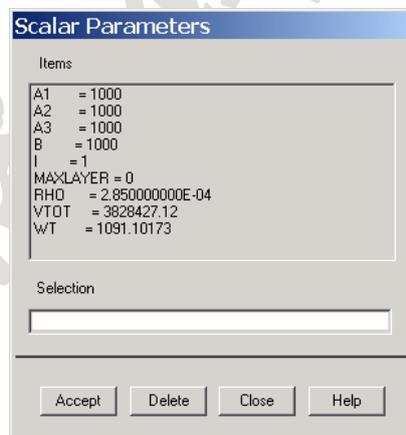

图12.32 读出单元总体积
(16) 单击 Main Menu>General Postproc>Element Table>Sum of Each Item 菜单，弹出【Tabular Sum of Each Element Table Item】对话框。单击【OK】按钮计算总和，将列表显示总和为【0.382843E+07】。
(17) 单击【Utility Menu】|【Parameters】|【Get Scalar Data】菜单，弹出【Get Scalar Data】对话框，在【Type of Data to be Retrieved】列表框左列单击【Results Data】，在右列单击【Elem Table Sums】，单击【OK】按钮弹出【Get Element Table Sum Results】对话框，在【Name of Parameter to be Defined】文本框中输入【VTOT】，然后单击【OK】按钮。
(18) 单击【Utility Menu】|【Parameters】|【Scalar Parameters】菜单，在【Selection】文本框中输入【RHO=2.85E-4】，单击【Accept】按钮，再在【Selection】文本框中输入【WT=RHO*VTOT】，单击【Accept】按钮。如图 12.32 所示。